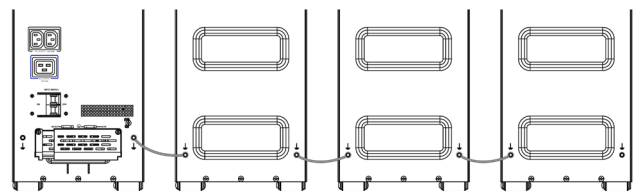

Fig. 41. União de vários EBM com ligações de terra adicionais.
2. Para adicionar mais de dois EBM, são necessários mais cabos de terra (secção de 10 mm²) (Fig. 41).